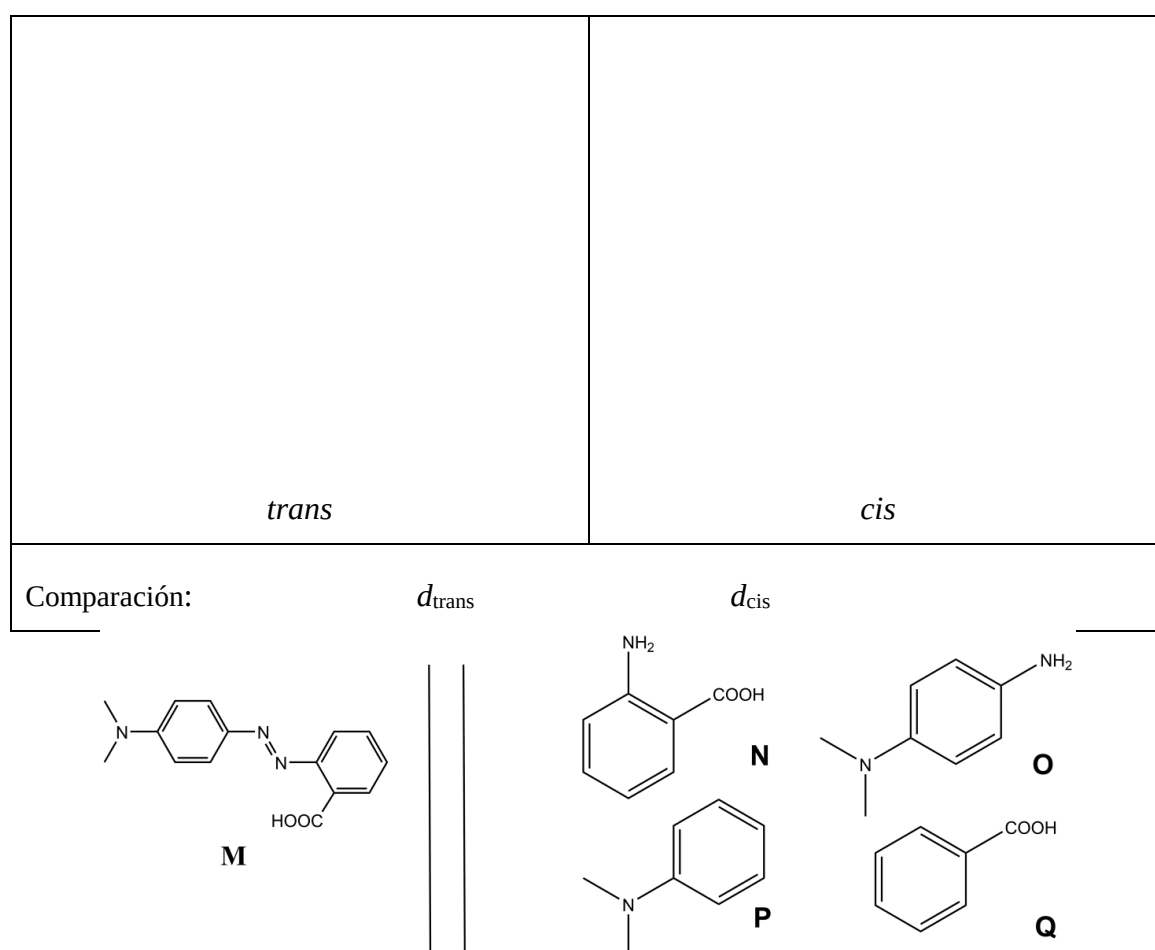

Fig. 1 – Posibles reactivos para la síntesis de **M**.
2. **M** puede sintetizarse en dos pasos de reacción a partir de reactivos sencillos (Fig. 1). **Elige**, entre los reactivos sugeridos (**N** a **Q**), aquellos que puedan dar **M** con muy alta regioselectividad. Para el primer paso de la síntesis se utiliza nitrito de sodio ($NaNO_2$) en ácido clorhídrico acuoso y frío.